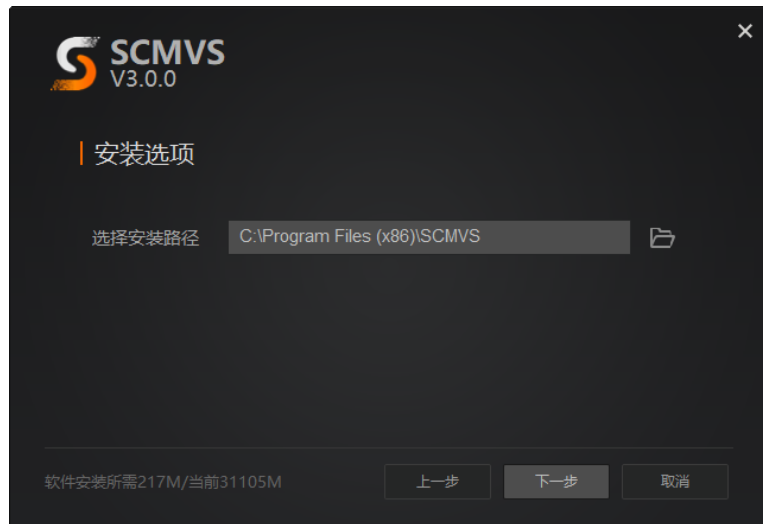

图5-4 安装选项
3. 选择安装路径，并单击**下一步**开始安装，如图 5-4 所示。